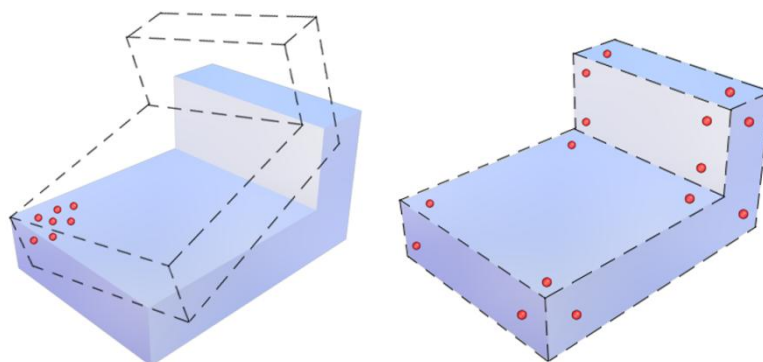

Рисунок 31. Правильное и неправильное распределение точек
Важно понимать, что измеряемые точки далеки от идеальных, и будут получены с некоторой погрешностью, и это окажет влияние на качество привязки. Влияние на качество привязки окажется решающим, если точки были сконцентрированы в одном месте детали (см. **Рисунок 31**).
- возможно, расположение точек оставляет детали слишком большую свободу см. **Рисунок 31**.